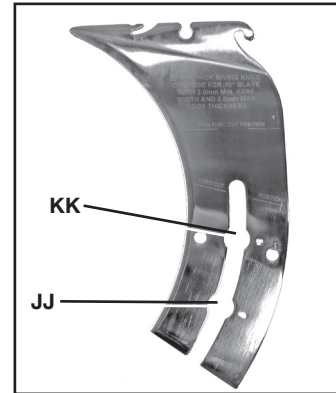
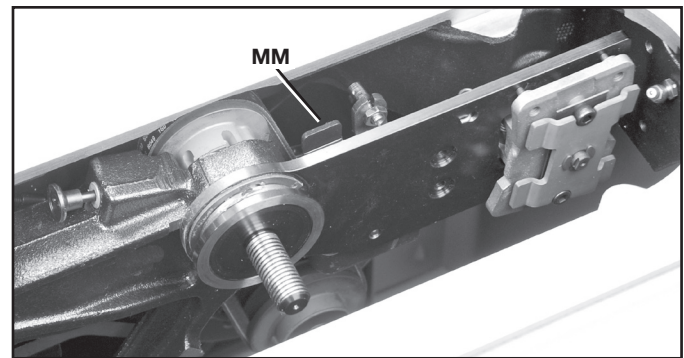

FIG. 30
FIG. 31
2. Mientras sujeta la palanca, tire el hendedor hacia arriba hasta que el retén (JJ) Fig. 30 se trabaje en la posición de cortes pasantes.
3. Mientras sujeta la palanca, empuje el hendedor hacia abajo hasta que el retén (KK) Fig. 30 se trabaje en la posición de cortes que no son pasantes.
2. Empuje la palanca de liberación del hendedor (MM), Fig. 31, hacia el lado contrario de la hoja y tire el hendedor hacia arriba para bajar el retén (JJ), Fig. 30, a la posición de cortes pasantes.
3. Empuje la palanca de liberación del hendedor hacia el lado contrario de la hoja y empuje el hendedor hacia abajo para levantar el retén (KK), Fig. 30, a la posición de cortes que no son pasantes.